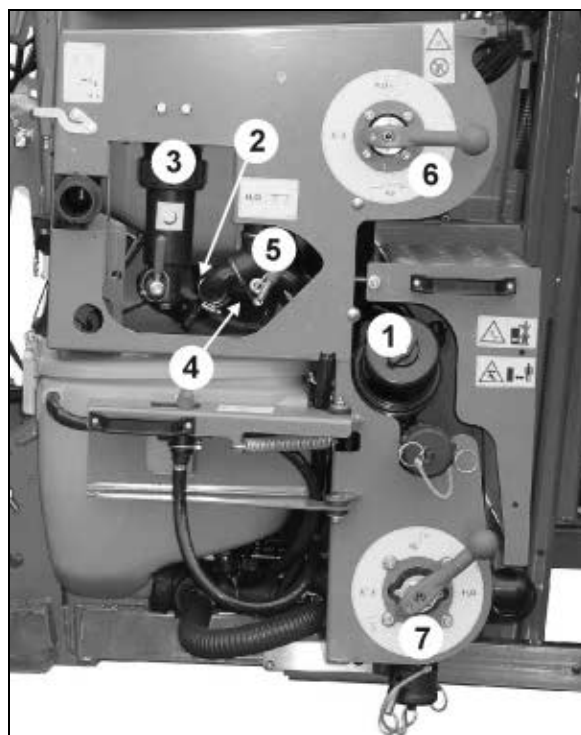
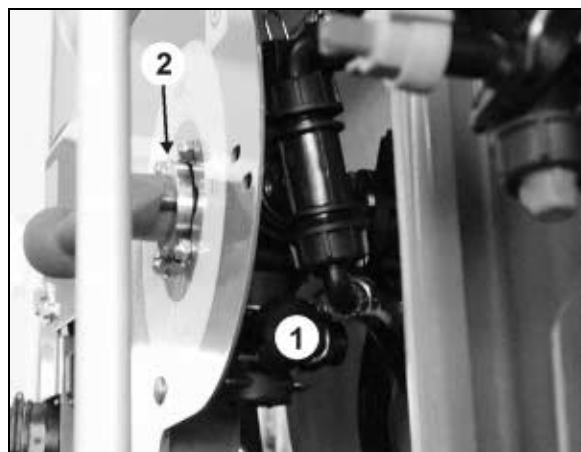

Fig. 108
Fig. 110
2. Demonter og rengjør sugefilteret (Fig. 108/1). Les mer om dette på side 143.
5. Skru omrøringslangen (Fig. 108/2) av hovedtanken. Omrøringslangen (Fig. 108/2) forbinder reguleringsventilen (Fig. 108/3) med hovedtanken.
6. Skru returslangen (Fig. 108/4) av hovedtanken. Returslangen (Fig. 108/4) forbinder omkoblingsventilen sprøyting/skylling (Fig. 108/5) med hovedtanken.
8. Fjern kappen (Fig. 110/1) til kontrolltilkoblingen for VARIO-koblingen trykksiden (Fig. 108/6) el. (Fig. 110/2).
13. Veksle flere ganger mellom alle posisjonene til VARIO-koblingene på sugesiden (Fig. 108/7) og på trykksiden (Fig. 108/6).